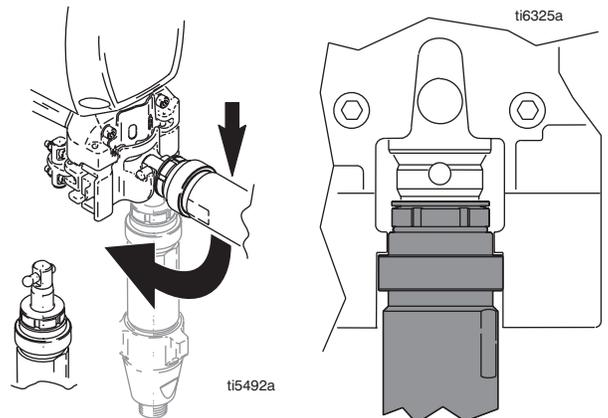

图 24
1. 图 24. 通过销针座调节活塞柱，从而拉出活塞柱。在硬的表面上轻击活塞柱，将活塞柱推入。